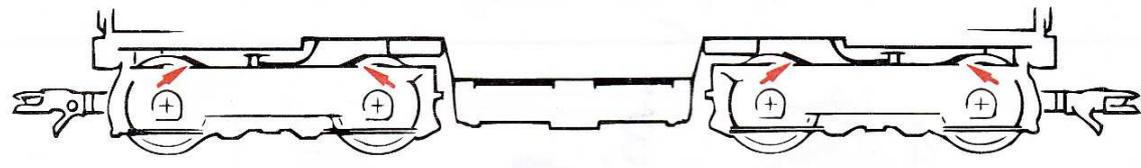

Fig. 5
2. Graissage: N'appliquez **qu'une toute petite goutte** aux endroits indiqués par le plan de graissage (fig. 6). Nous vous recommandons le **graisseur à huile ROCO réf. 10906**. Pour graisser les engrenages (roues dentées, vis sans fin - fig. 5 et 6) nous vous conseillons la **graisse spéciale Roco ref. 10905** pour engrenages en matières synthétiques. Lorsque vous utilisez cette graisse il faut éviter d'huiler ces composants.
Démontez le **couvercle du carter** des engrenages (fig. 5). Délogez ensuite les essieux bandagés et enlevez, à l'aide d'une aiguille ou d'un tournevis fin les bandages d'adhérence. Lors du montage des nouveaux bandages veuillez à ce que les bandages **ne soient pas tordus**.